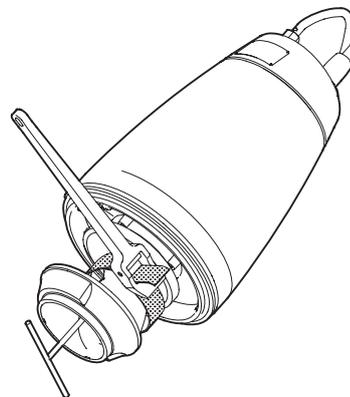

Рис. 23 Демонтаж рабочего колеса
2. Удалить винт (поз. 188а). Рабочее колесо зафиксировать с помощью ленточного ключа. См. рис. 23.